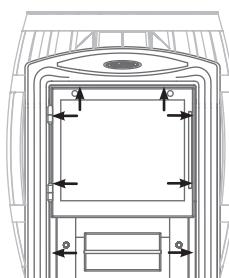

Bild 5. Auseinandersetzen der Tür mit Rahmen bei der Montage des Ofenmodells «Vitra»
1. 8 Stück Bohrschrauben lösen, mit derer Hilfe die Tür mit Rahmen zum Brennstoffkanal befestigt wird und sie abnehmen; (siehe Bild 5)